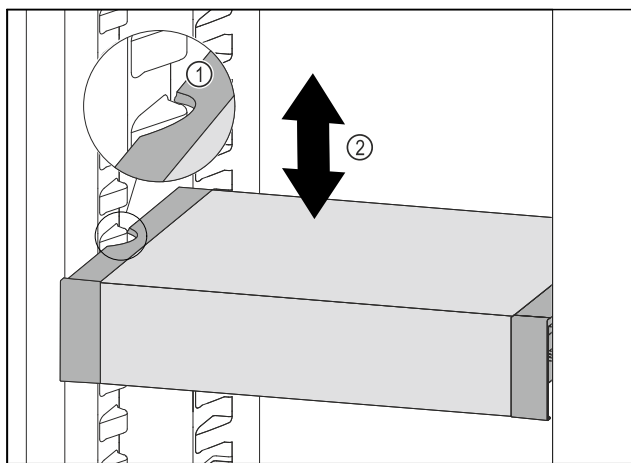

Fig. 98
- VarioSafe w chłodziarce przesunąć w górę lub w dół, aż zostanie osiągnięta żądana wysokość. Fig. 98 (2)